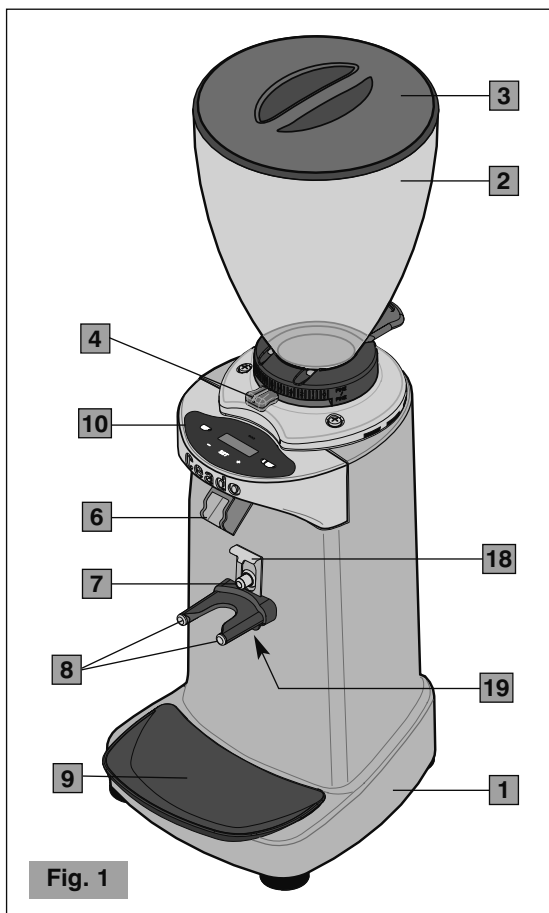

Fig. 1
### Componenti principali (Fig. 1, Fig. 1a/b, Fig. 2, Fig. 3)
- 4** Quando l'apparecchio è nello stato di PRONTO, per iniziare la macinatura premere con la coppa porta filtro il pulsante di erogazione (7 Fig. 1) e mantenere il porta filtro in posizione finché non si conclude l'erogazione. Durante il funzionamento il LED rispettivo lampeggia e nel display appare il messaggio *IN FUNZIONE*.